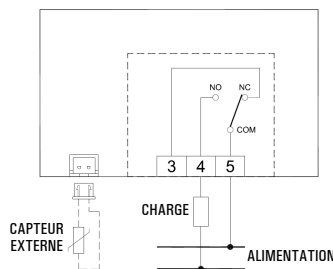

Fig. 7
- 5 Exécuter les connexions électriques selon les schémas de connexion des Fig. 7 et 8.
La sortie, borniers 3, 4 et 5, est libre de potentiel et isolée avec double isolement respectivement au reste du thermostat. Il est donc possible de piloter une charge à haute tension (230V ~), comme l'indiquent les Fig. 7 et 8. Dans ce cas, il faut maintenir une séparation entre les câbles de la sonde à distance et les câbles de la charge dans le respect des normes en vigueur. En particulier il est nécessaire de fixer les groupes de câbles avec des liens de serrage en séparant les câbles SELV des autres pour éviter qu'il y ait une réduction de l'isolement vers les SELV si jamais un fil se déconnectait accidentellement.